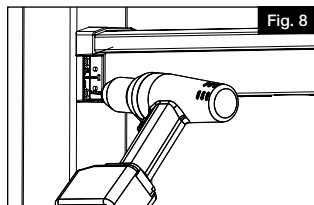

Fig. 8
- a. Make sure rails centered to post sleeve. Then, using $\frac{1}{8}$ " drill bit, pre-drill first top bracket screw hole (Fig. 8). Drill through bracket hole, vinyl post sleeve and vinyl insert and loosely install first #10 x $1\frac{1}{2}$ " screw.
- b. Repeat pre-drilling process for remaining three screws (Fig. 8).
a. S'assurer que les traverses sont centrées sur le manchon du poteau. Puis, au moyen d'un foret de 1/8 po (3,2 mm), percer un avant-trou pour la première vis de support du haut (Fig. 8). Percer le trou à travers le support, le manchon de poteau en vinyle et la pièce insérée en vinyle. Enfoncer la première vis no 10 x 1-1/2 po (38,1 mm) sans serrer.
b. Répéter le processus de perçage d'avant-trous pour les trois autres vis (Fig. 8).